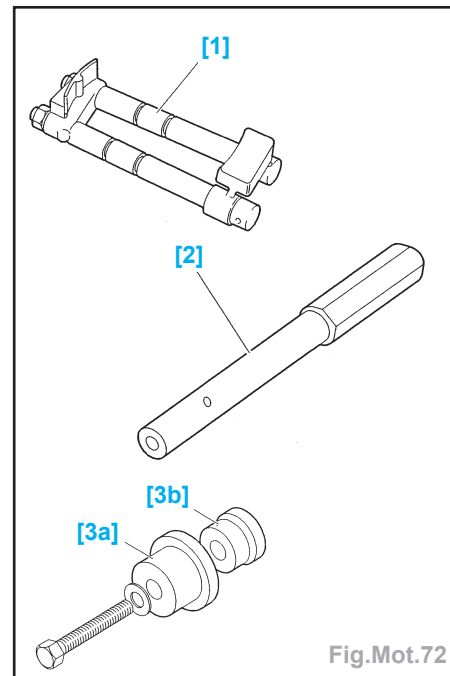

Fig.Mot.72
- Outils nécessaires (Fig.Mot.72) :